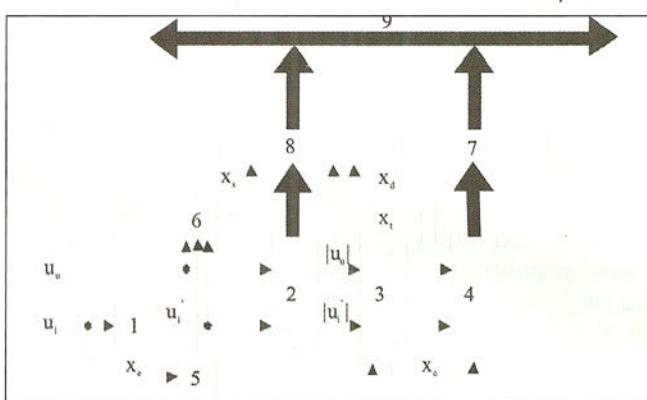

Fig. 2. Schema pentru determinarea valorii lm
În fig. 2 este prezentat un element de măsură pentru determinarea valorii numerice a inductanței buclei de măsură pe baza primei relații (4). Elementului de măsură î se aplică la intrare tensiunile u_u și u_i . Tensiunea u_i se aplică unui bloc de derivare analogic 1, care furnizează la ieșire tensiunea u'_i , care se aplică unui redresor dublă alternanță, de precizie 2, care furnizează la o ieșire o tensiune $|u'_i|$. Această
Convenția de semn adoptată în fig. 1, corespunde unei circulații de putere spre puncte situate în aval de punctul de măsură. În cazul în care circulația de putere se produce spre puncte situate în amonte de punctul de măsură semnul curentului se schimbă, deci parametrul N_L dat de relația (5) și parametrul N_R dat de relația (6) va fi în acest caz negativ. Datorită prezentei redresorului 2 în componenta elementului de măsură din fig. 2 și 3 convertoarele analog-numerice 4 furnizează la ieșire doar valoarea absolută a parametrilor N_L și N_R . Pentru ca elementele de măsură din fig. 2 și 3 să poată determina și sensul de circulație al puterii ele a fost prevăzute cu un bloc 6 de determinare și memorare în momentul t_1 , respectiv t_2 a semnului raportului de tensiuni din relația (5) și (6), care au ca mărimi de intrare tensiunile u_u , u'_i și respectiv u_u , u_i și x_e .
Informația binară de ieșire a acestui bloc x_s poate fi folosită pentru a distinge defectele în amonte de cele din aval față de punctul de măsură a mărimilor u și i . Elementele de măsură din fig. 2 și 3 sunt prevăzute cu un port paralel 7 de intrare pe o magistrală de
Elementele de măsură din fig. 2 și 3 mai sunt prevăzute cu un port paralel 8 de intrare pe magistrala de date 9 a microsistemului prin care se transmit următoarele informații: o informație binară de semn x_s , o informație binară x_t care indică dacă datele sunt disponibile sau nu la ieșirea convertorului analog-numeric 4 și o informație binară x_d , care indică dacă s-a depășit sau nu domeniul de măsură al elementului.